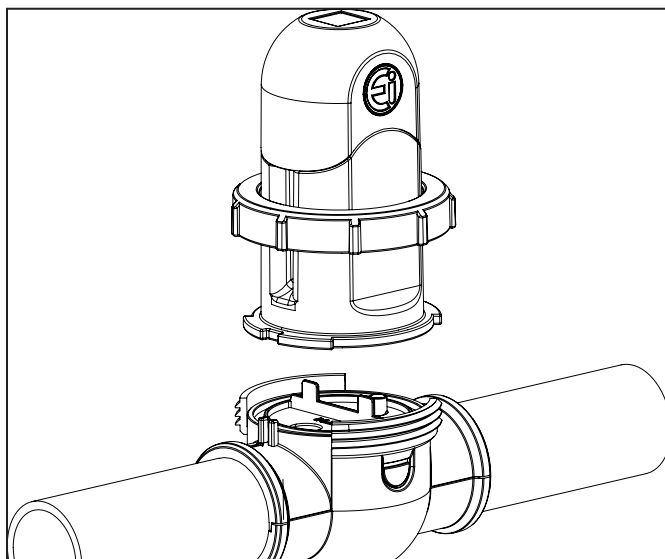

Figure 26. Enlever la cellule
6. Retirer la cellule (Voir Figure 26).